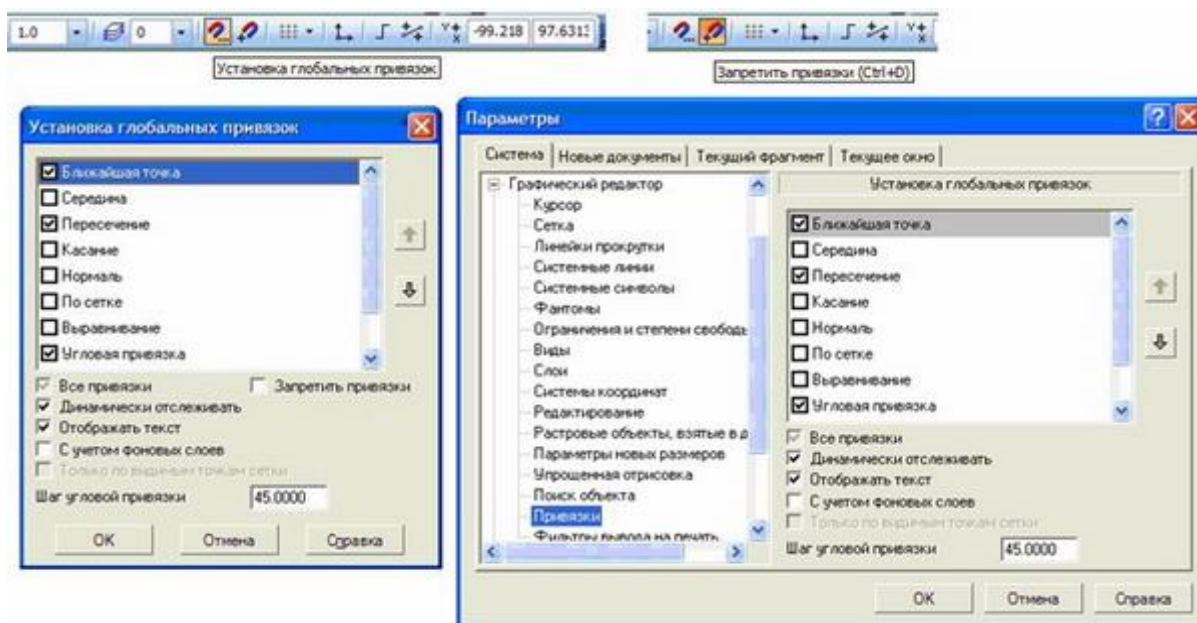

Рис. 19. Порядок доступа к кнопке глобальных привязок
1. Кнопкой Установка глобальных привязок на панели Текущее состояние (рис. 19).